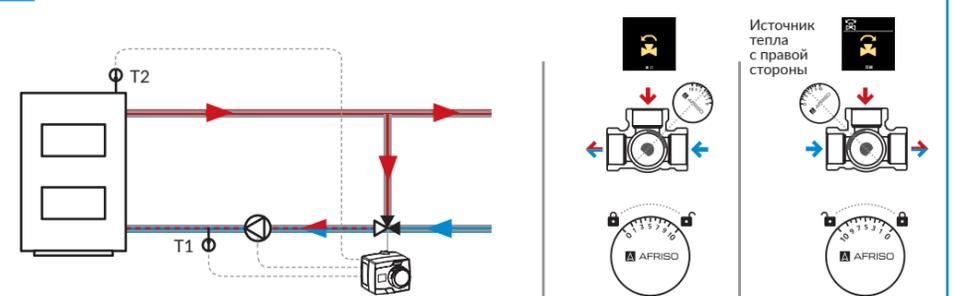
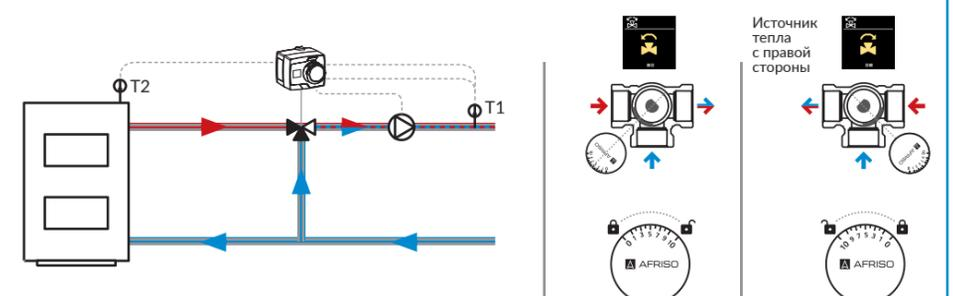
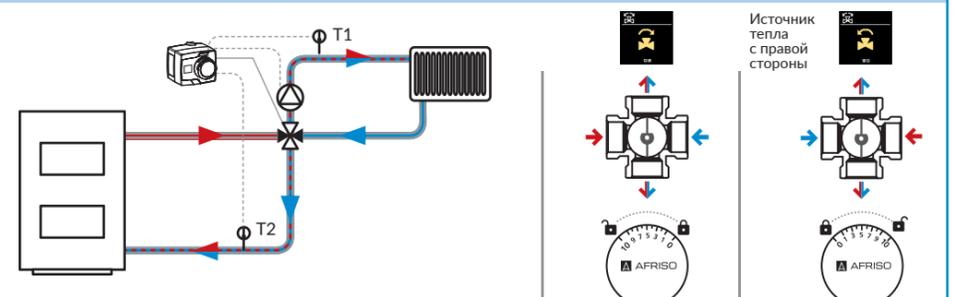

Рис. 9. Схема со смесительным клапаном ARV Vario ProClick, установленным на возврате к источнику тепла для защиты котла от низкотемпературной коррозии
Рис. 10. Схема со смесительным клапаном ARV Vario ProClick, установленным на подаче для поддержания заданной температуры
Рис. 11. Схема с 4-ходовым смесительным клапаном ARV ProClick для защиты котла от низкотемпературной коррозии
1. Установите датчики температуры T1 и T2 в соответствии с выбранной схемой (Рис. 9, Рис. 10, Рис. 11) с помощью адаптеров, входящих в комплект, или специально подготовленных погружных гильз.
Выберите подходящую схему в соответствии с системой, в которой установлен смесительный клапан. Вы можете выбрать схему с клапаном, установленным на возврате к источнику тепла (Рис. 9), на подающем трубопроводе (Рис. 10) или с 4-ходовым клапаном (Рис. 11).
На последнем этапе необходимо установить соответствующую шкалу „от 0 до 10°” или „от 10 до 0°” в соответствии с выбранной схемой (Рис. 9, Рис. 10, Рис. 11). Чтобы сменить шкалу, снимите пластину, переверните ее и установите обратно.